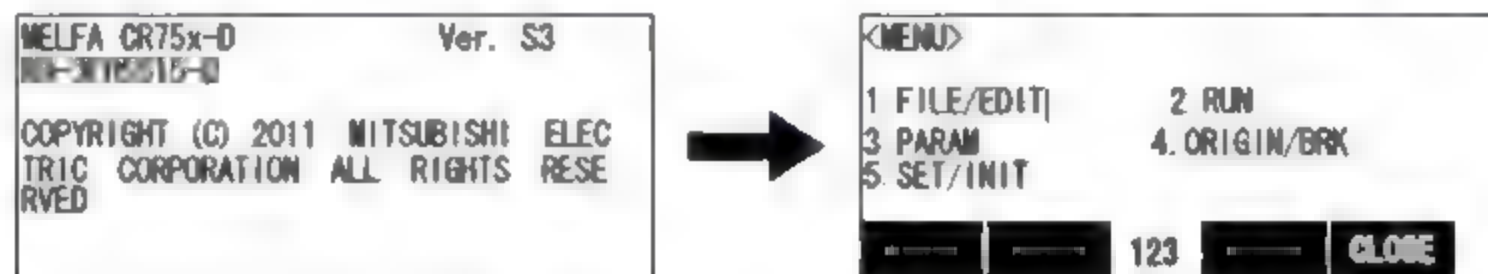

图 29-4 菜单屏幕
- (3) 在屏幕上出现<TITLE>时,按下 Exc 键,出现<MENU>屏幕,如图 29-4 所示。